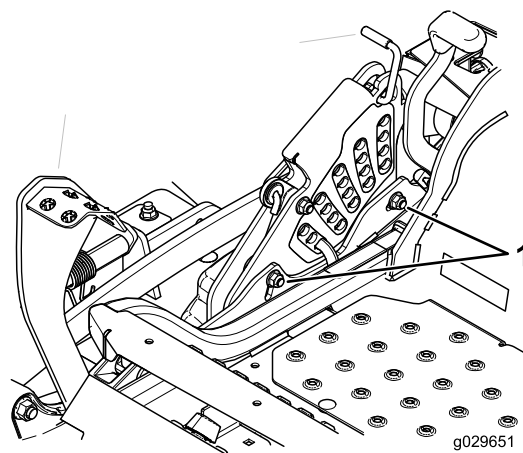

Figure 95
11. Pour régler le système monpoint, desserrez les 2 boulons au bas de la plaque de hauteur de coupe (Figure 95).
13. Serrez les 2 boulons au bas de la plaque de hauteur de coupe (Figure 95).